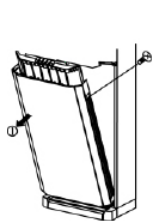

Fig 2
- (1) Comme indiqué sur la Fig.2 retirer la bande décorative de la position 1 puis dévisser les vis. Retirer les vis en fixant le filtre après l'ouverture du panneau de verre. Enfin, retirer le filtre dans le sens de la flèche de la position 3.